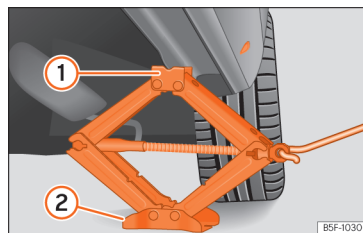

Abb. 39 Längsholm: Wagenheber ansetzen.
- Wagenheber unter den Aufnahmepunkt am Längsträger stellen und so weit hochdrehen, bis sich die Klaue ① » **Abb. 39** unter der vorgesehenen Aufnahme befindet.
- Wagenheber so ausrichten, dass die Klaue ① die vorgesehene Aufnahme am Längsträger „umfasst“ und der Wagenheberfuss ② mit der ganzen Fläche sicher auf dem Boden steht. Die Bodenplatte ② muss sich dabei senkrecht unter dem Aufnahmepunkt ① befinden.